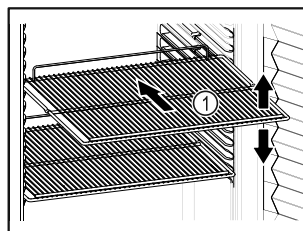

Fig. 56 Ilustratīvs attēlojums
- ❑ Ja novietošanas režģi Fig. 56 (1) ir novirzāmi, pielāgojiet tos pēc augstuma.